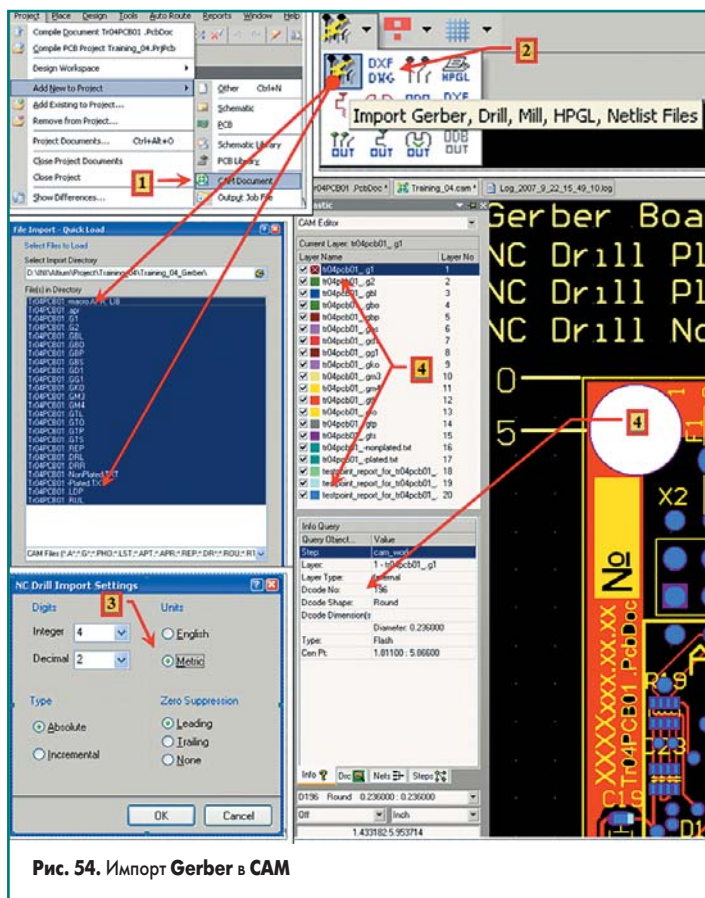

Рис. 54. Импорт Gerber в CAM
Рекомендуем обязательно посмотреть конечный результат создания Gerber- и Drill-файлов. Для этого произведем следующие действия (рис. 54):
- На панели **CAMtastic** можно установить или снять флаг отображения любого из импортированных Gerber, а также уточнить свойство выделенного элемента топологии. В частности, на рис. 54 выделен Pad крепежного отверстия (что отмечено белым цветом) и показаны его свойства для данного слоя (Gerber).